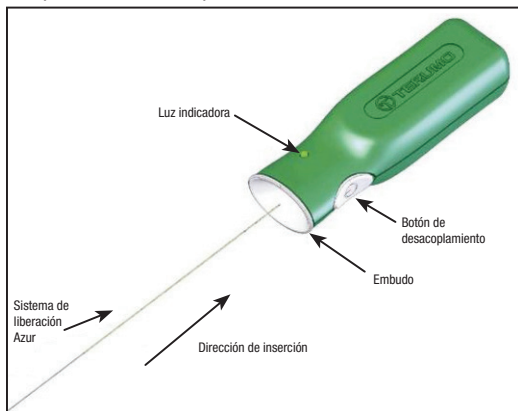

Figura 4. Controlador de desacoplamiento Azul
12. Abra la bolsa del tapón vascular Azul y saque el aro dispensador. Antes de utilizar el dispositivo, retire la cuña del aro del dispensador. Manteniendo el implante de tapón vascular y el introductor Azur en su sitio, saque el impulsor del aro dispensador, de forma que el extremo proximal del sistema de liberación quede expuesto. Tenga cuidado de no contaminar este extremo del sistema de liberación con sustancias extrañas, como sangre o medio de contraste. Inserte con firmeza el extremo proximal del sistema de liberación en la sección de embudo del controlador de desacoplamiento Azur. Consulte la figura 4. **No pulse el botón de desacoplamiento en este momento.**
31. Conecte el extremo proximal del sistema de liberación al controlador de desacoplamiento Azul; para ello, introduzca con firmeza el extremo proximal del sistema de liberación en la sección de embudo del controlador de desacoplamiento Azul. Consulte la figura 4.